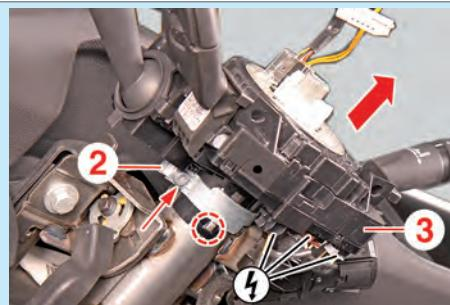

Fig.2
- Ecartez le collier (2) (Fig.2).
- Dégrafer l'ensemble contacteur tournant / commandes sous volant (3).